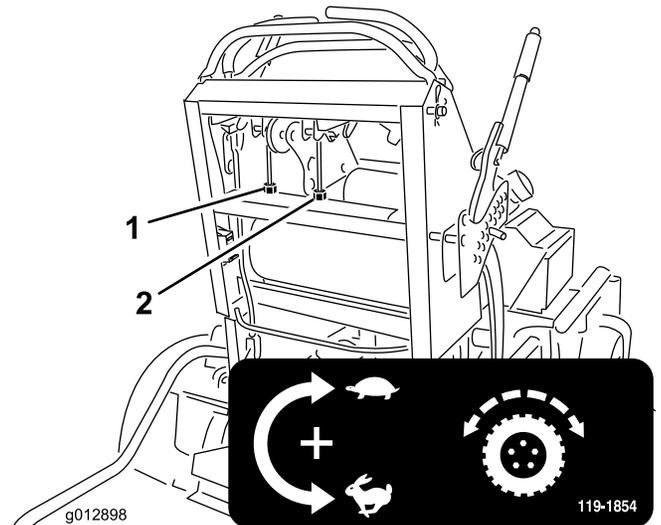

図 56
4. 右走行コントロールがコントロール・パネルのニュートラル・ロック・スロットの中央にくるように、右側ケーブル調整部を回して調整する。次に、左ケーブル調整つまみを 1/4 回転ずつ回して、直進できるまで少しずつ調整を進める (図 56)。